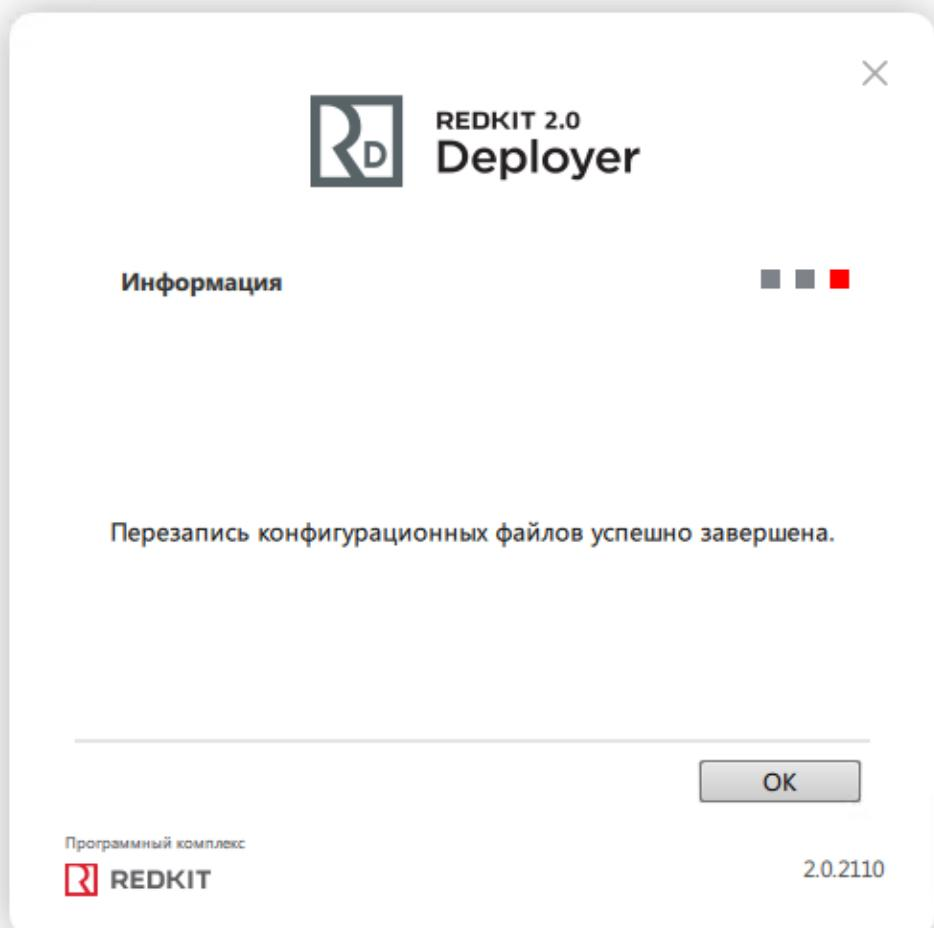

Рисунок 43 - Завершение перезаписи
17. После успешной перезаписи нажмите "OK" (Рисунок 43).